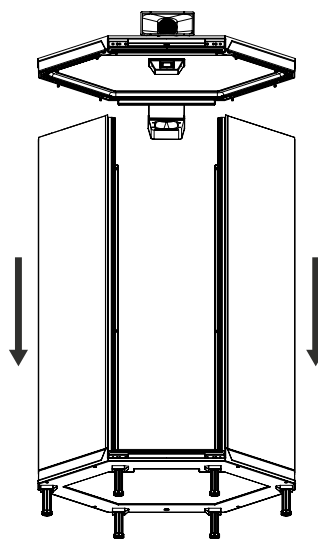

Fig. 8-5
3. Sett takelementet på de to sideveggene (fig. 8-5 og 8-6).